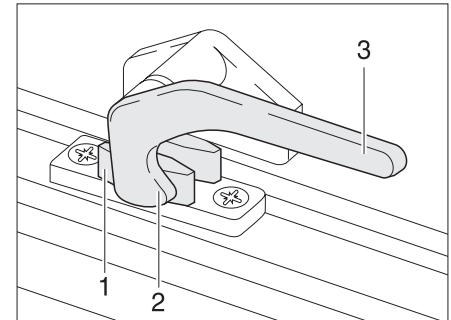

Bild 23 Låsarm i läget "stängt"
- ▶ Sväng låsarmen (Bild 23,3) ett kvarts varv mot fönstrets mitt.
- ▶ Sväng låsarmen (Bild 23,3) ett kvarts varv mot fönsterkarmen. Låsspaken (Bild 23,2) är placerad på insidan av fönsterlåset (Bild 23,1).
- I läget "helt stängt" (Bild 23)